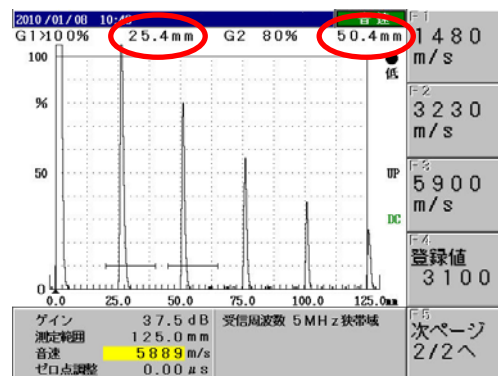

図5 測定範囲の調整
② **8** TUV キーを押すとFキーの表示が図5の右側になる。**F3** キーを押して音速を5900m/sにする。
③STB-A1の25mm厚さの部分を用いて多重エコーを図5のように表示させる。
④次に、ゲート1をB1エコーに、ゲート2をB2エコーに掛けるように移動させる。
⑤B2エコー高さを80%として、**8** TUV キーを押す、次に **↑** **↓** キーを使って、B1とB2のビーム路程差が丁度25.0mmになるように調整する。（図5参照）